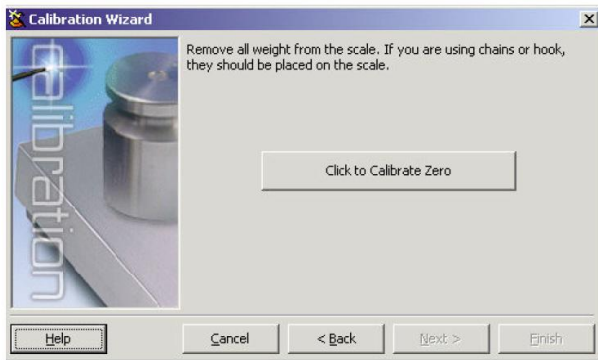

图:4-6. iRev 4 零点校准界面
- 从秤上移去所有重量，如果使用链子或吊钩悬挂校准砝码，把要用的链子或吊钩放到秤上，点击“Click to Calibrate Zero” (见图 4-6)。零点校准完成后，弹出一个信息框。